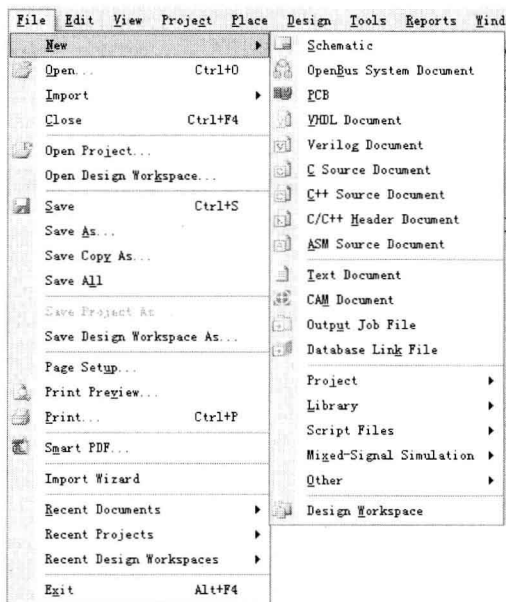

图 1-6 “File”（文件）菜单
“File”（文件）菜单主要用于文件的新建、打开和保存等，如图 1-6 所示。下面详细介绍“File”（文件）菜单中的各个命令及其功能。
- ◆ “New”（新建）命令：用于新建一个文件，其级联菜单如图 1-6 所示。